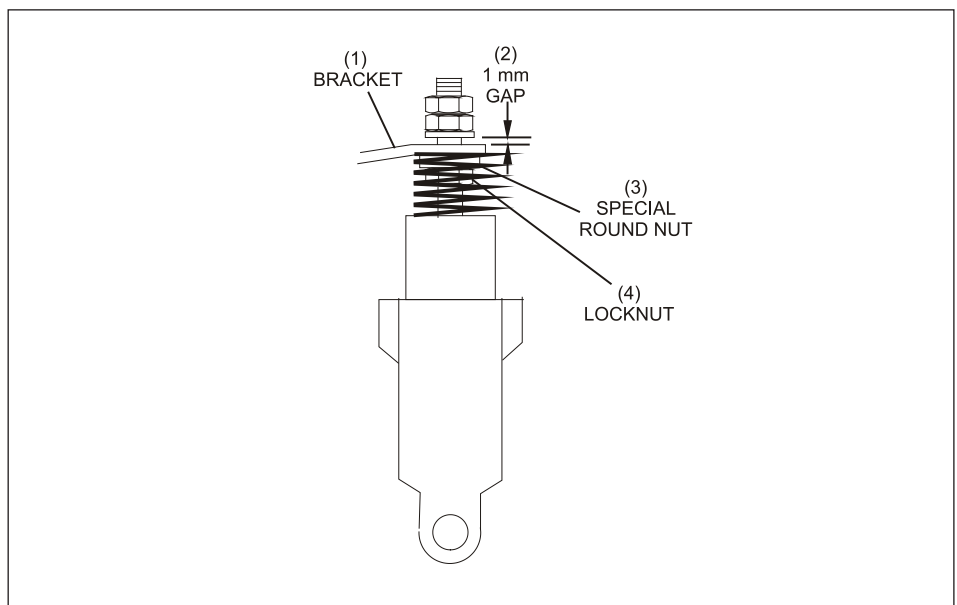

Abbildung 5-11. Einstellen der Gegenmutter auf der Stoßdämpferhalterung
- b. Prüfen Sie, dass die untere Gegenmutter und die spezielle Rundmutter richtig an der Stoßdämpferhalterung (*Abbildung 5-11*) angebracht sind. (Unter der unteren Gegenmutter darf kein Gewinde zu sehen sein.)
- c. Halten Sie den Ballfang gegen den Ballfanganschlag und verstellen Sie die beiden oberen Gegenmutter, bis zwischen der flachen Unterlegscheibe und der Oberseite der Stoßdämpferhalterung ein Abstand von 1 mm entstanden ist. Siehe *Abbildung 5-11*. Wenn der Ballfang gegen den Ballfanganschlag gehalten wird, darf die Welle nicht unter den Stoßdämpfer geraten.
- (1) HALTERUNG
- (2) ABSTAND 1 MM
- (3) SPEZIELLE RUNDMUTTER
- (4) GEGENMUTTER